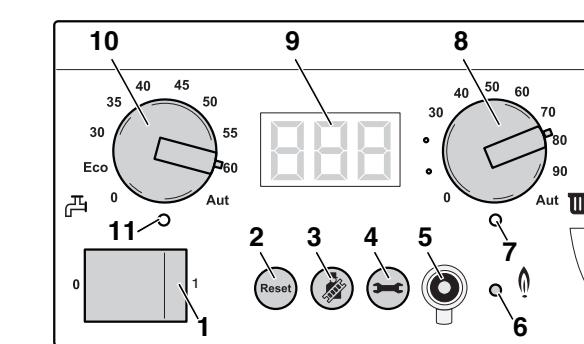

Рис. 85 Главный регулятор BC10
- Нажать кнопку "Трубочист" (рис. 85, поз. 3), чтобы завершить процедуру измерения. См. также таб. 9, "Тест дымовых газов", стр. 43.
- Выключить отопительную установку пусковым выключателем на главном регуляторе Logamatic BC10 (рис. 85, поз. 1).
- Включить отопительную установку пусковым выключателем на главном регуляторе Logamatic BC10 (рис. 85, поз. 1).
- Нажать кнопку "Трубочист" (рис. 85, поз. 3) и удерживать нажатой (примерно две секунды), пока справа внизу на дисплее не появится точка (рис. 85, поз. 9). См. также Таб. 9, „Тест дымовых газов“, стр. 43.
- После того, как светодиод "Горелка" (рис. 85, поз. 6) загорится, подождать одну минуту, пока отопительный котел не достигнет своей полной нагрузки.